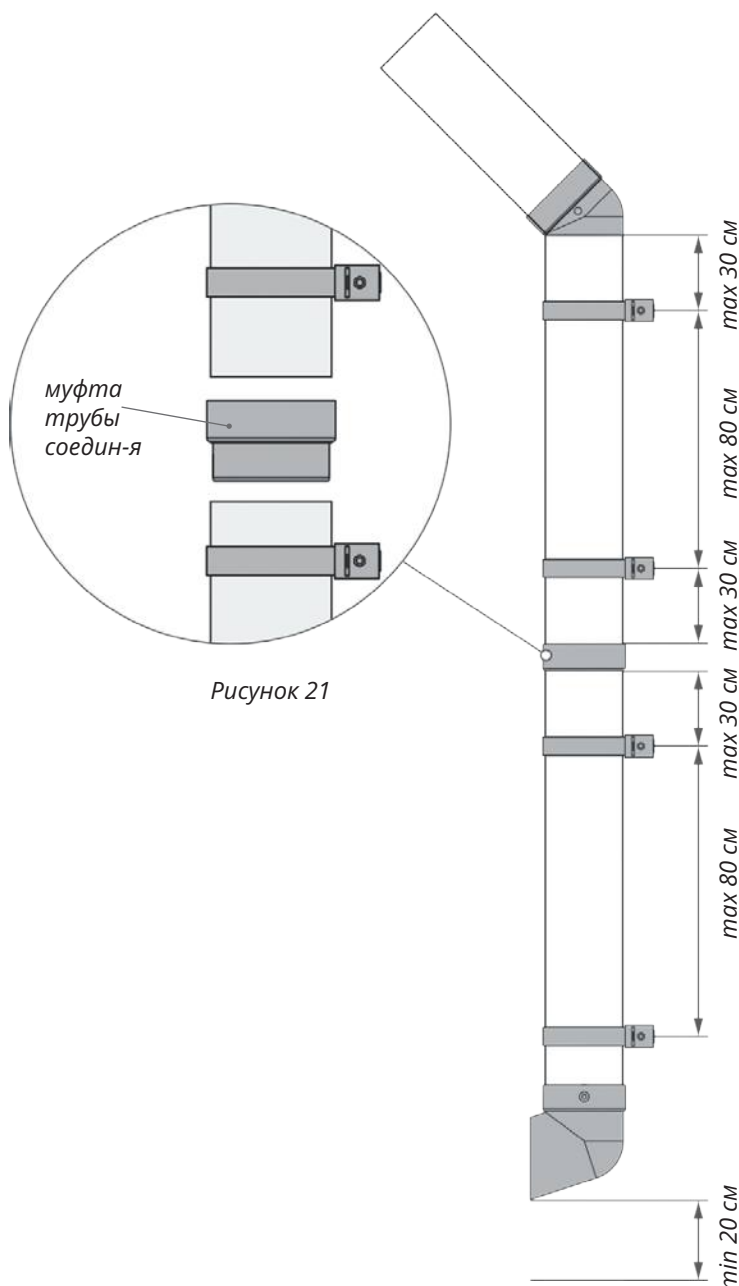

Рисунок 21
На одном отрезке трубы (Рис. 21), должно быть смонтировано минимум два хомута. Расстояние между хомутами не должно превышать 80 см друг от друга. Расстояние между хомутом и фитингами трубы (колесо 67°, 45°, соединительная муфта, сливное колесо и т. д.) не должно превышать 30 см.
- Для соединения двух труб используйте соединительную муфту (Рис.21).